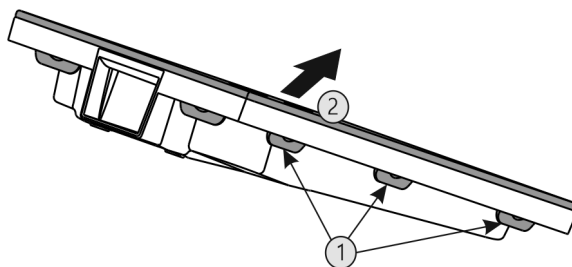

Fig. 82
- Trykk på alle bøylen Fig. 82 (1) etter tur, og ta ut dekslet Fig. 82 (2).